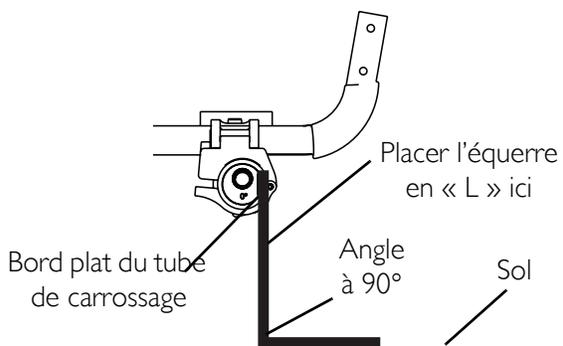

FIGURE 5.16 Ajuster la barre de carrossage - Barre de carrossage 2000
NOTE: Se référer à la FIGURE 5.16.
2. En utilisant une équerre en « L », faire tourner le tube de l'axe jusqu'à ce que le bord plat du tube de carrossage soit à 90° avec le sol, comme représenté sur la FIGURE 5.16